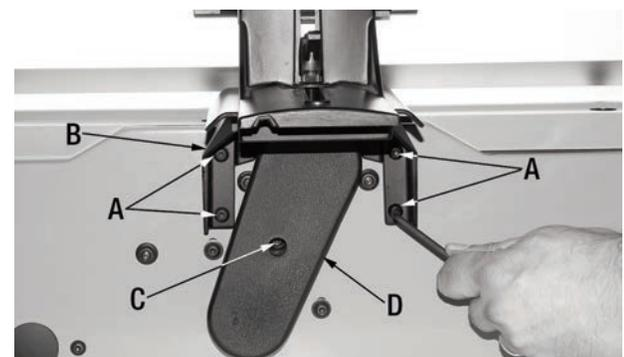
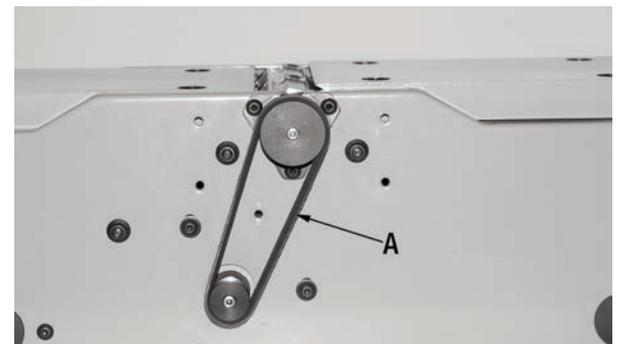

FIGURE 16
FIGURE 17
- 1) Pour remplacer la courroie d'alimentation de la tête de coupe dévissez d'abord les 4 vis allen à tête ronde (A) Fig.16 du bras de support (B) et ensuite retirez l'assemblage du guide.
- 2) Dévissez la vis (C) et retirez le protège-courroie (D).
- 4) Installez une nouvelle courroie (A) Fig.17 sur une des poulies puis étirez-la sur le bord de l'autre poulie. Ensuite tournez la poulie a la main jusqu'à ce que la courroie se siege en place sur les poulies.